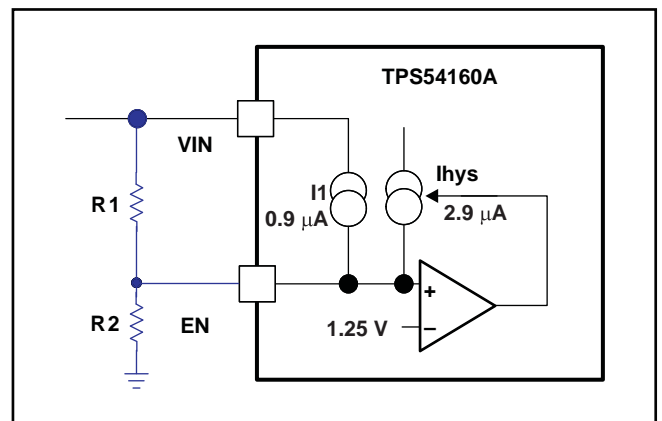

図 28. 調整可能な低電圧誤動作防止 (UVLO)
VINピンの電圧が2.5Vを下回ると、TPS54160Aはディセーブルになります。アプリケーションで、より高い値での低電圧誤動作防止 (UVLO) を必要とする場合は、図28のようにENピンを使用し、2個の外付け抵抗で入力電圧UVLOを調整します。UVLO調整抵抗の使用は必須ではありませんが、一貫したパワーアップ動作を実現するために強く推奨します。ENピンには0.9 μ Aの内部プルアップ電流源I1があり、ENピンがフローティングのときにTPS54160Aが動作するデフォルト状態を提供します。ENピンの電圧が1.25Vを超えると、2.9 μ AのヒステリシスI_{hys}が追加されます。この追加電流により、入力電圧のヒステリシスを実現できます。入力電圧の外部ヒステリシスは、式 (2) を使って設定します。入力スタート電圧は、式 (3) を使って設定します。